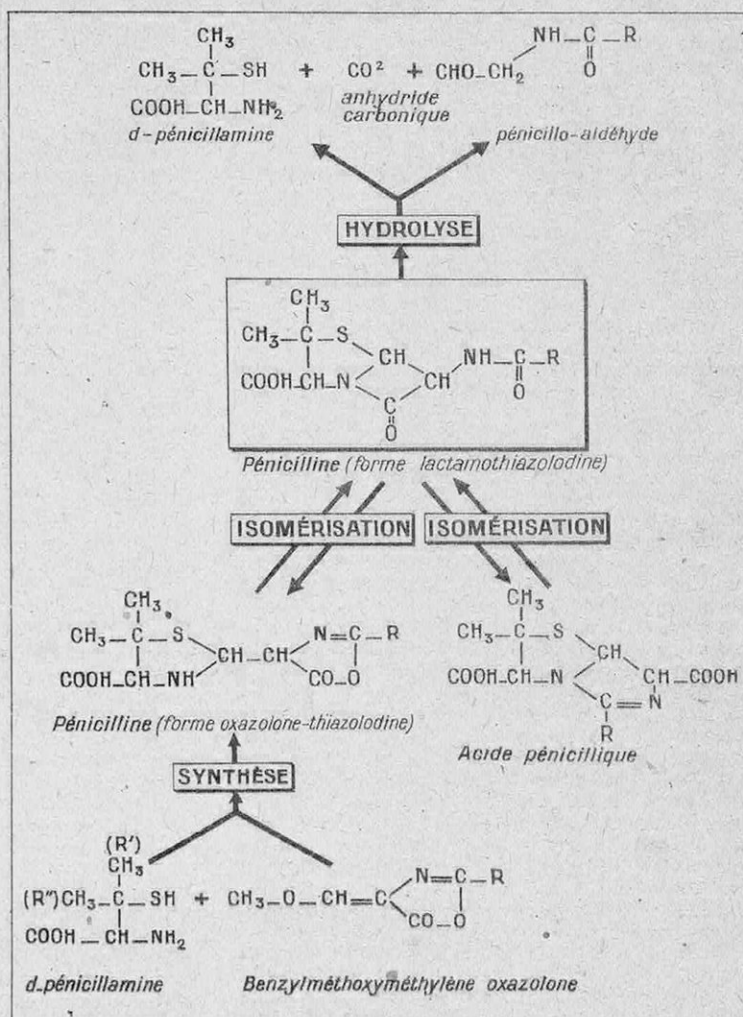

FIG. 1. — LA PÉNICILLINE, SON HYDROLYSE ET SA SYNTHÈSE
En introduisant tel ou tel radical R dans l'oxazolone de départ il est possible d'obtenir à volonté les pénicillines F, G, K, X, ou même d'autres que ne connaît pas la nature. De même, en remplaçant la *d*-pénicillamine par d'autres acides thioaminés (2), on peut obtenir de nouveaux bactéricides différant des pénicillines proprement dites par les radicaux R' et R" (fig. 1).